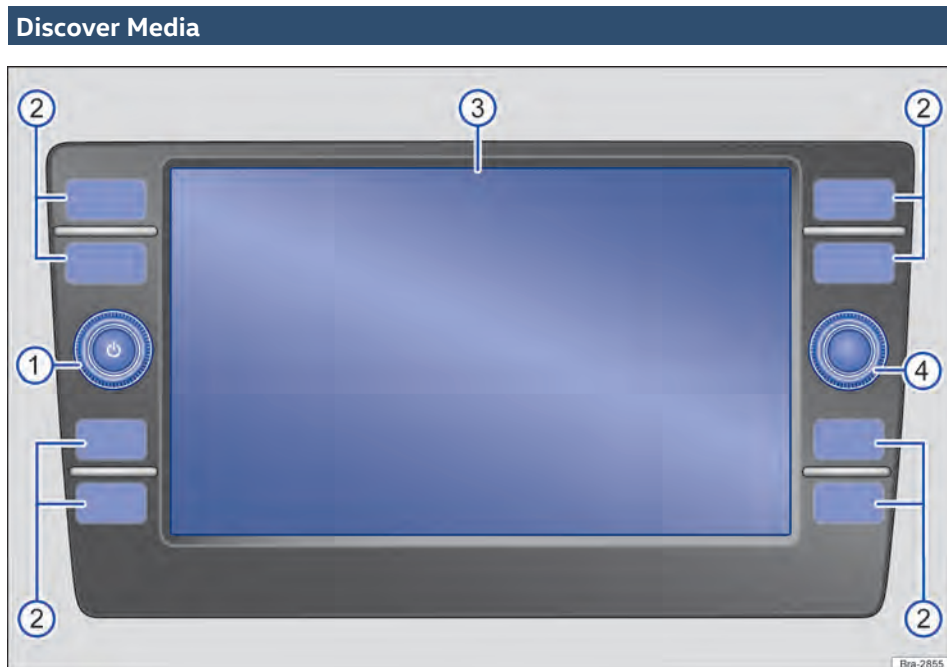

Fig. 128 Vista geral dos comandos.
O aparelho é fornecido em diferentes variantes, diferenciadas pela inscrição e função dos botões do rádio → Fig. 128 ②.
- ① **Botão rotativo e de pressão** :
- ② **Botões do rádio**: pressionar para acessar uma superfície de função.
- ③ **Display**: tela de toque.
- ④ **Botão de configurações**: a função depende da respectiva condição de operação.